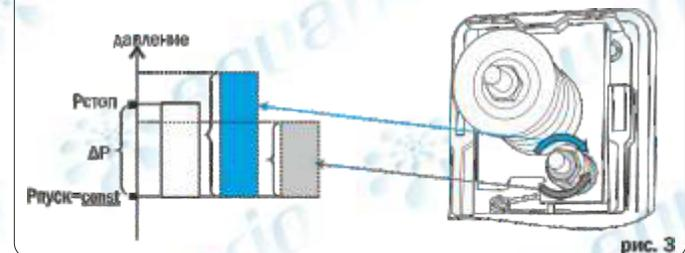

рис. 3
Принцип регулирования реле схематично представлен на рис.3
- Повернуть гайку **3** большой пружины на 1-2 оборота в нужную сторону см. рис.3;